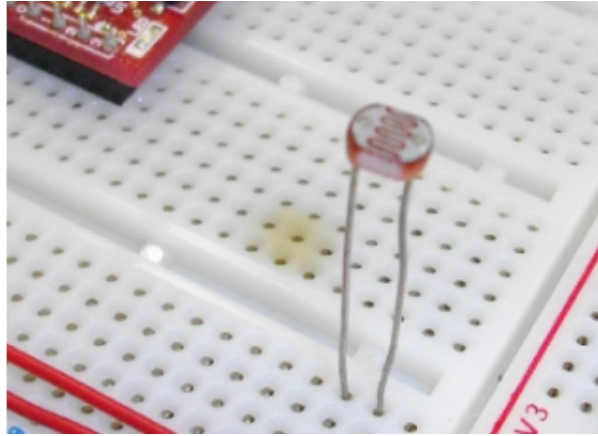

図 1: Cds セル
2.1 この電子部品 (Cds セル 5 φ, 図 1) を次のような点から調べなさい。